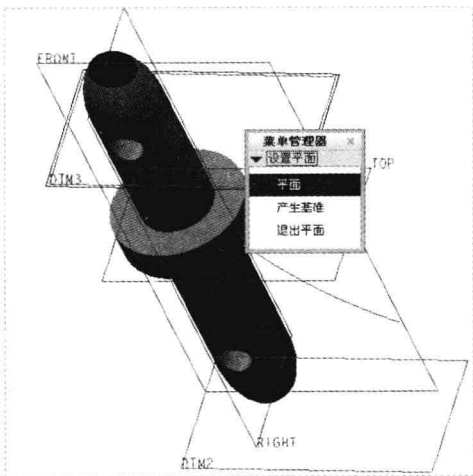

图 8-115 “设置平面”菜单管理器
Step 05 在绘图区选择草绘曲线，然后在菜单管理器中选择“全选”选项和“完成”选项，弹出“设置平面”菜单管理器，如图 8-115 所示。